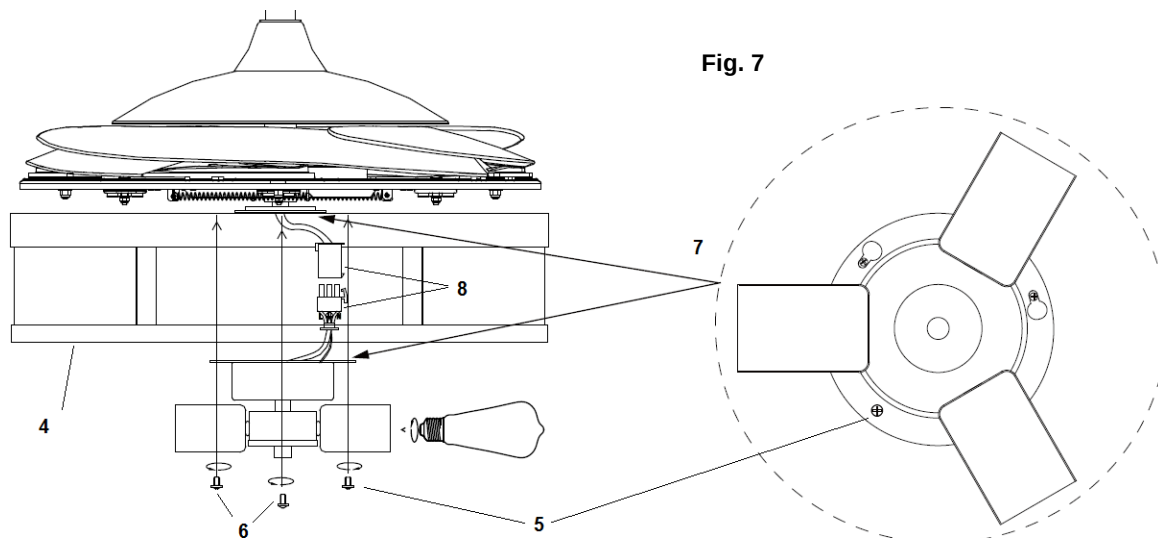

Fig. 7
4. Branchez les fiches (8) ensemble.
5. Desserrez la vis (5) de l'abat-jour (4). Alignez les deux vis fendues (6) avec les fentes de la lampe (7). Fig. 7